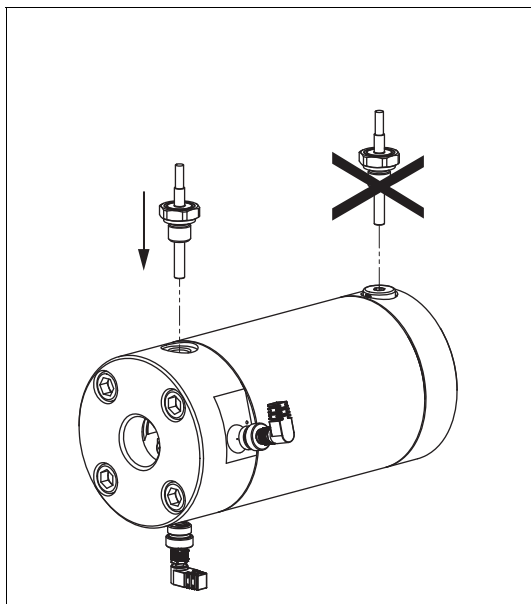
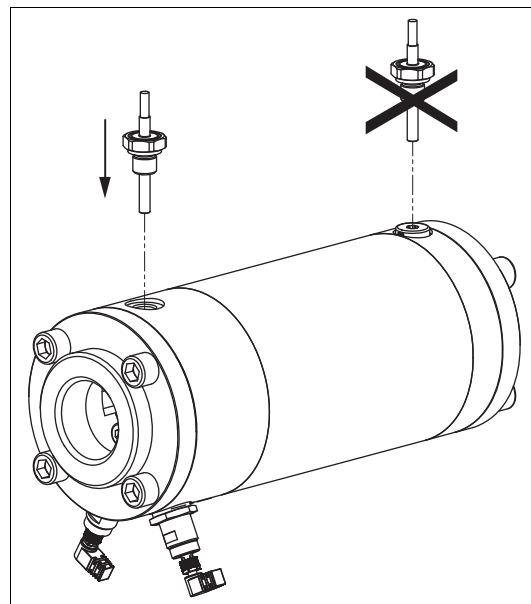

Fig. 5 Lugar de montaje de EET (p. ej. OMG 32)
Fig. 6 Lugar de montaje de EET (p. ej. OMG 52)
- Seleccione el lugar de montaje correcto, véase Fig. 5, página 14 y véase Fig. 6, página 14.